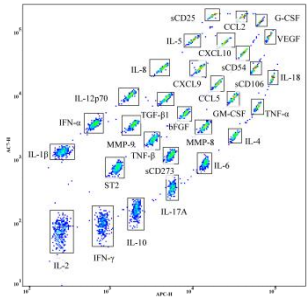

图 2
- 3) 建立 APCH/AC7-H 散点图，在 P1 门内将细胞因子单因子粒子团分别用矩形门圈出，如图 2 所示；